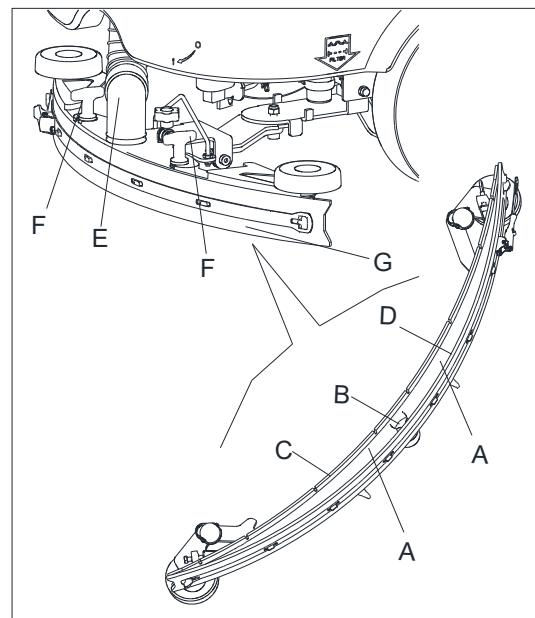

Abbildung 21
3. Drücken Sie den Schalter des Saugsystems (C, Abbildung 21), um den Rakel (G, Abbildung 21) zu lösen.
4. Lösen Sie die Knöpfe (F, Abbildung 21) und entfernen Sie den Abziehgummi.
5. Trennen Sie den Vakuumschlauch (E, Abbildung 21) vom Abziehgummi ab.
6. Reinigen Sie den Stahl- oder Aluminium-Abziehgummi (Abbildung 21). Reinigen Sie im Besonderen die Fächer (A) und das Loch (B). Überprüfen Sie das vordere Blatt (C) und das hintere Blatt (D) auf Unversehrtheit, Schnitte und Riss. Ersetzen Sie sie (siehe Vorgehensweise im folgenden Abschnitt), falls nötig.